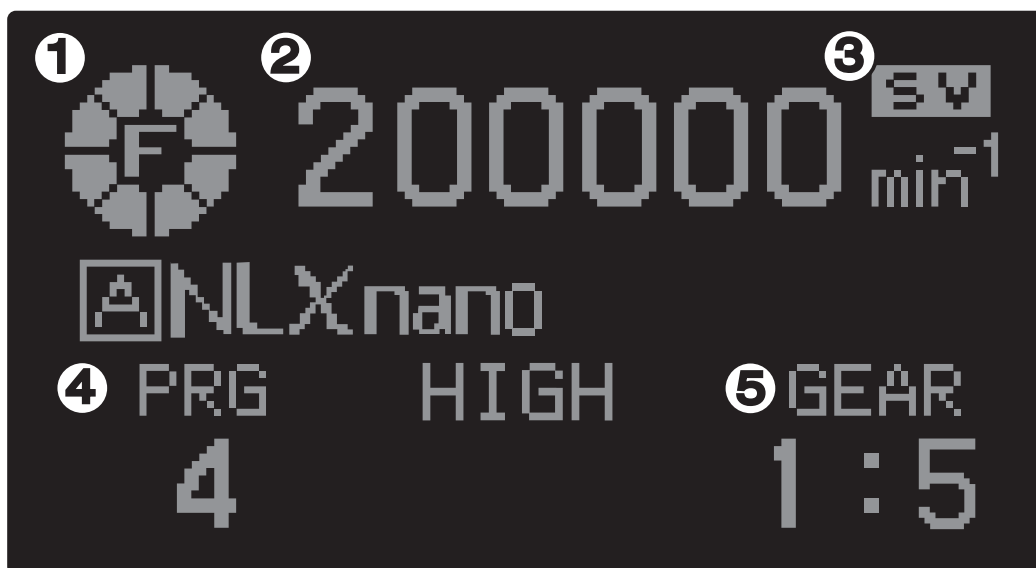

Рис. 1 Показания на дисплее для микромотора
Когда на дисплее отображены показания, как на Рис. 1, вы можете управлять мотором при помощи педали стом. установки.
◆ Направление вращения (Рис. 1 - ①)
◆ Скорость вращения (Рис. 1 - ②)
◆ Установленное значение (Рис. 1 - ③)
◆ Номер программы (Рис. 1 - ④)
◆ Передаточное отношение (Рис. 1 - ⑤)